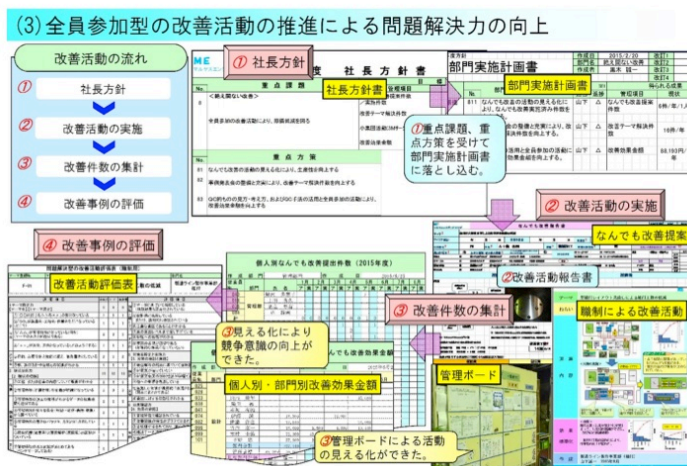

図8. 改善活動の流れ
3) 全員参加の「なんでも改善報告書」や職制による改善活動により、改善意識の向上と、QC的ものの見方・考え方を利用した慢性的な問題の解決力向上を図った。その結果、改善による効果金額が向上し、改善テーマ解決件数も増加した。改善活動の流れを図8に示す。